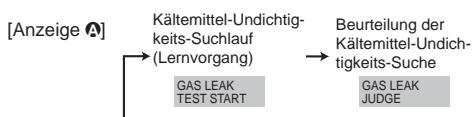

Fig. 8-2
- ② Drücken Sie die **④ CLOCK** **(V)**-Taste und wählen Sie [GAS LEAK TEST START] (START DES GASUNDICHTIGKEITS-TESTS) (Fig. 8-2)